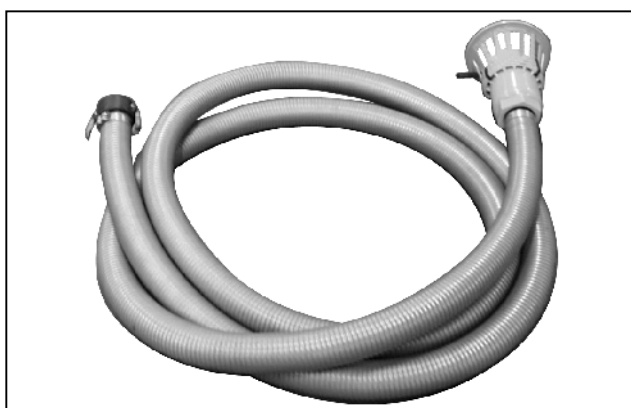

Bild 10.5
- 2 Sugslang 3" (8 m), Best.-Nr. 918371, (bild 10.5)